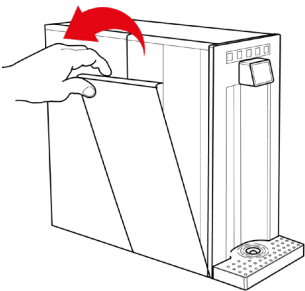

Fig. 1-13
32.3 – Aprire il pannello laterale tirando verso l'esterno fino a completa estrazione, vedi Fig. 1-13.